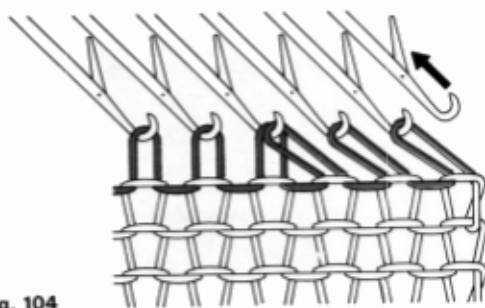

Fig. 104
- Repousser l'aiguille vide en position A (fig. 104),